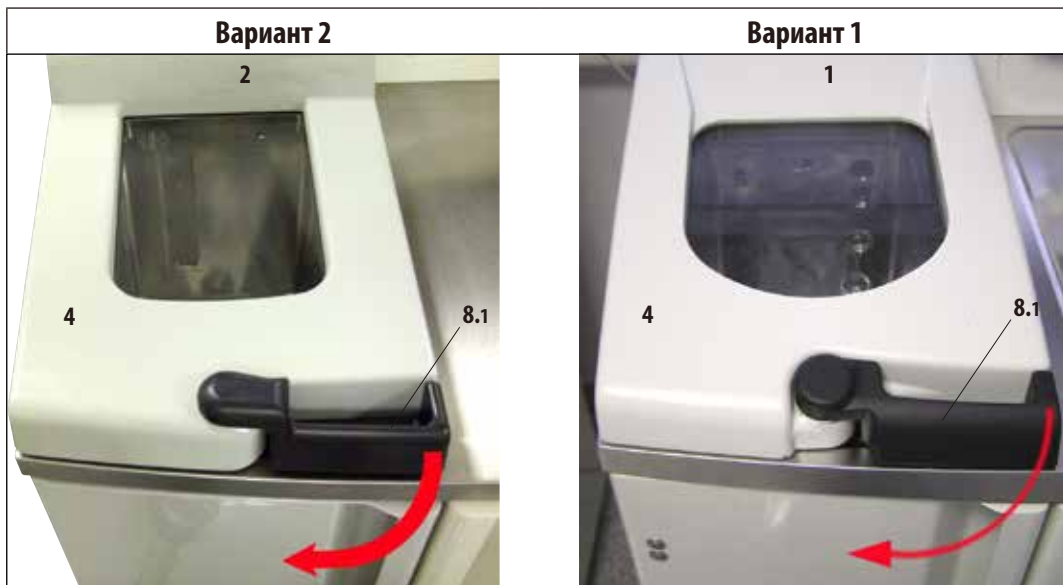

Рис. 27
- Для открывания реторты поверните чёрную рукоятку (8.1) на крышке реторты (4) вперёд (стрелка на рис. 27). Крышка откроется вверх.